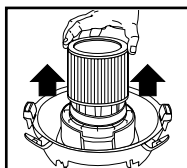

FIGURA 22
32. Deslice el filtro de cartucho para sacarlo del alojamiento de la tapa. **FIGURA 22.**